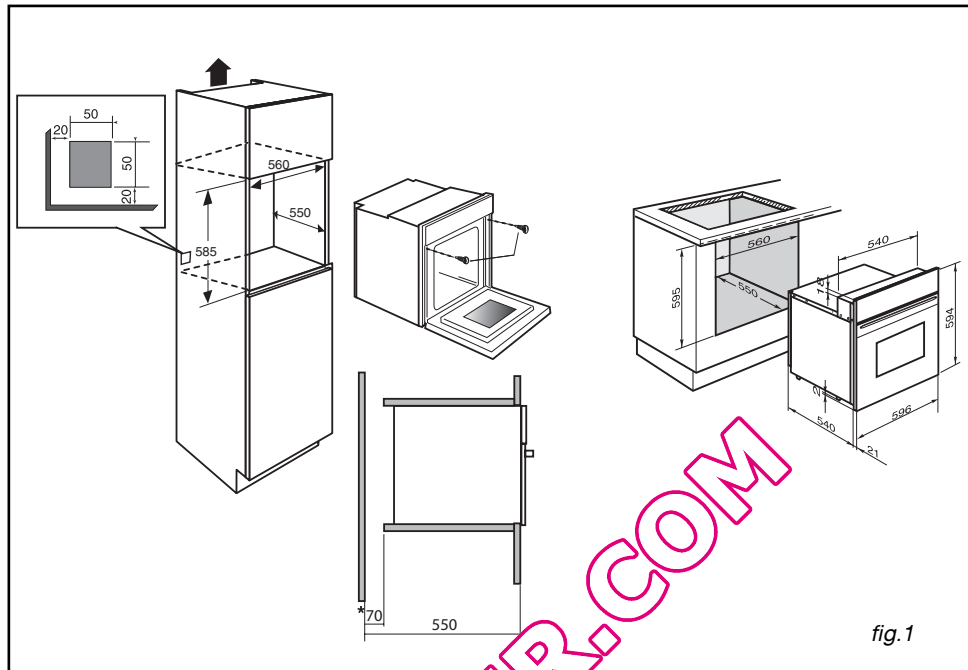

fig. 1
- Voor meer stabiliteit schroeft u de oven vast met 2 schroeven in de schroefgaten die in de zijwand van het meubel zitten (fig.1).
- **Rooster met kantelbeveiliging (fig.1)**
- Open de deur volledig en blokkeer het met behulp van twee rode aanslagen (fig.1). Deze worden in een plastic zakje bij het apparaat geleverd.